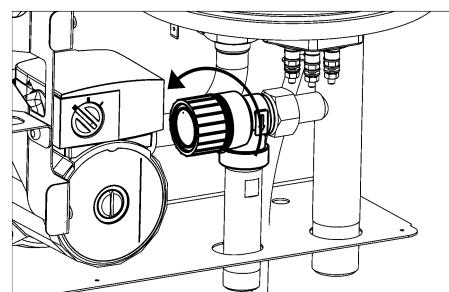

Рисунок 4. Поворот крышки клапана
9.4 В начале отопительного сезона перед запуском котла необходимо выполнить промывку предохранительного клапана – повернуть поворотную крышку в направлении стрелки (см. рис. 4).